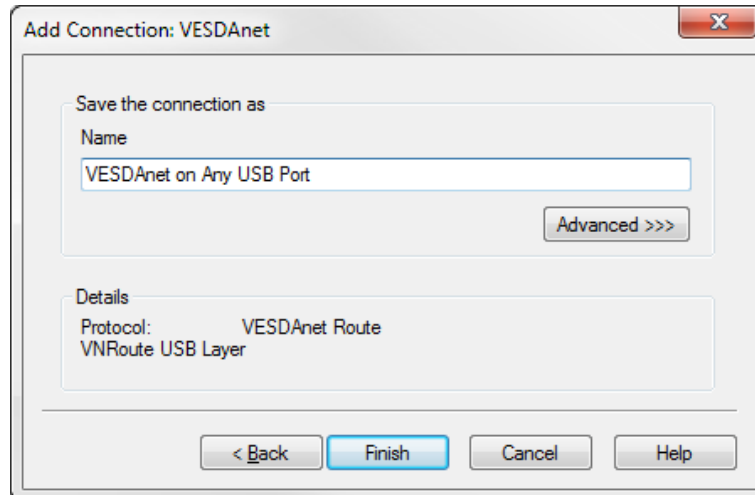

Figure 5-4: Saisir le nom de la connexion
2. Saisissez un nom pour la connexion ou acceptez le nom pré-défini, puis sélectionnez **Terminer** (Figure 5-4).